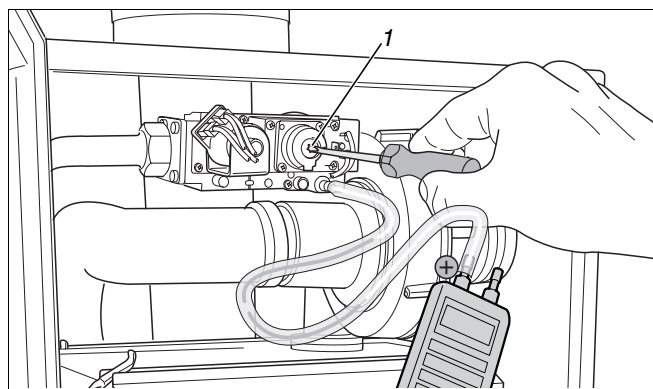

Рис. 85 Установка соотношения газа и воздуха
- При отклонении соотношения газ/воздух отрегулировать его с помощью установочного винта (Торх 40 Н) (рис. 85, поз. 1). Установочный винт находится за винтом крышки (Торх 40 Н).